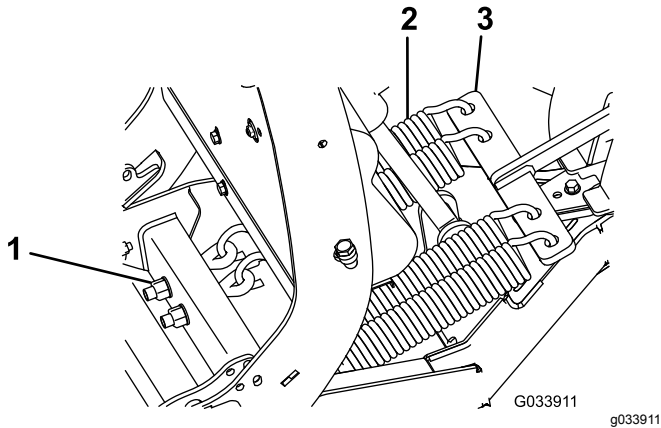

Bild 45
1. Lösen und nehmen Sie die vier Sicherungsmuttern und vier Scheiben vorsichtig von den Augenbolzen der Auslösefeder ab (**Bild 45**).